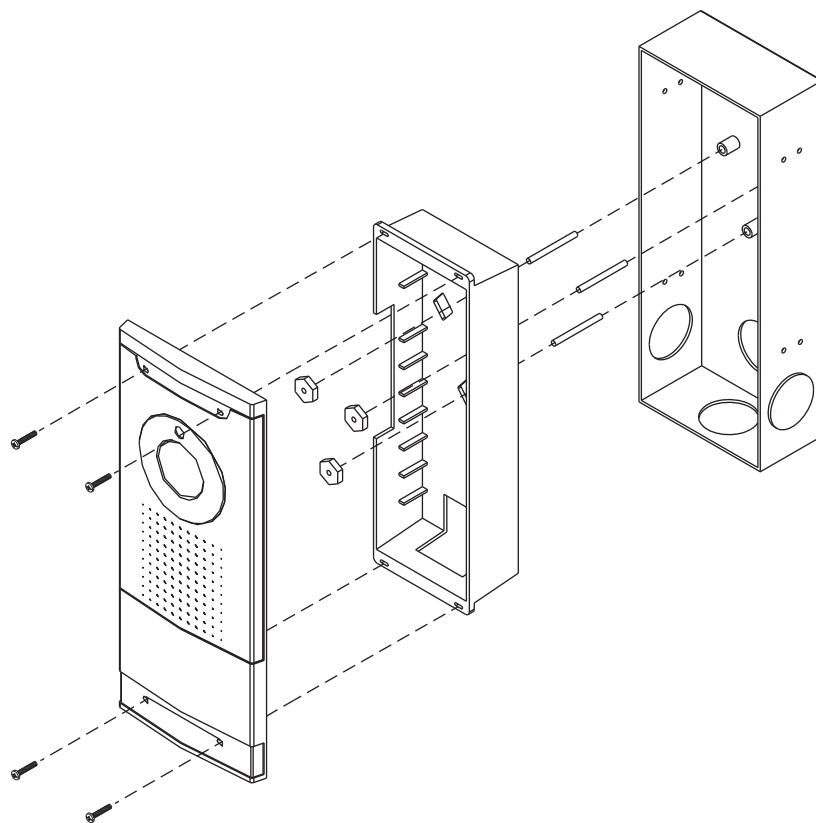

Figure 3
- 6) Poser le poste d'accès au-dessus de la boîte métallique. La tenant en place, insérer les quatre vis fournies dans les trous supérieurs et inférieurs du poste (**Figure 3**). S'assurer que les vis entrent également dans les trous de la caissette en plastique. Les serrer sans trop forcer, jusqu'à ce que le poste soit bien assujéti.